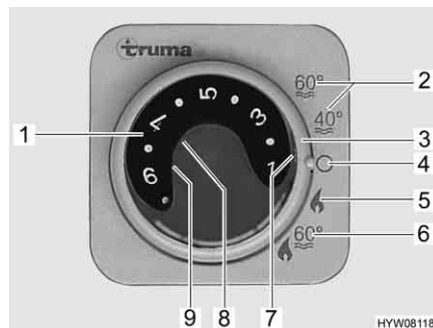

Fig. 187 Unité de commande pour chauffage/chauffe-eau
- Régler le mode de régime à l'aide de l'interrupteur tournant (Fig. 187,3).
Le chauffage règle le degré d'allumage automatiquement en fonction de la température ambiante requise. Une fois que la température ambiante désirée est atteinte, le brûleur s'éteint. En mode "Chauffage et chauffe-eau" (Fig. 187,6) l'eau est également chauffée dans le chauffe-eau. Il est possible de faire fonctionner le chauffage en mode "Chauffage sans chauffe-eau" (Fig. 187,5) et le chauffe-eau vide.
- Régler le bouton tournant de température (Fig. 187,1) de l'unité de commande sur la température de chauffage désirée.
- Régler l'interrupteur tournant (Fig. 187,3) en régime hiver "Chauffage sans chauffe-eau" (Fig. 187,5) ou en régime hiver "Chauffage et chauffe-eau" (Fig. 187,6).
Le voyant de contrôle vert (Fig. 187,7) s'allume.
- Régler l'interrupteur tournant (Fig. 187,3) sur "O" (Fig. 187,4).
La combinaison régime au gaz et régime électrique 230 V permet de raccourcir la période de chauffage (uniquement possible lorsque le chauffage sur l'unité de commande (Fig. 187) est réglé sur régime hiver).